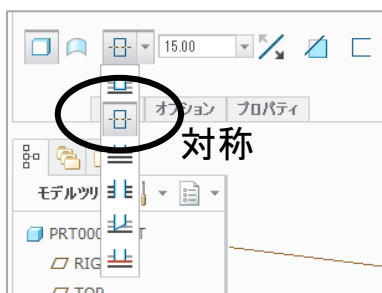

Fig.13 押し出しツールの設定
9. スケッチ終了後、Fig.13のように押し出しツールで15対称に押し出す。